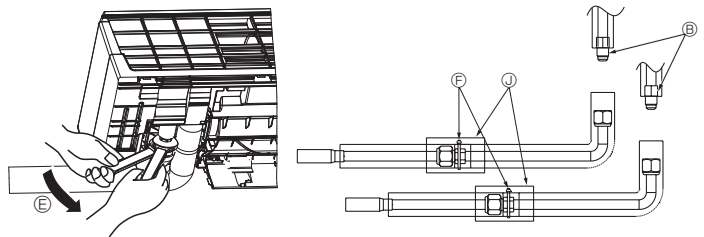

Fig. 3-18
- (6) Orienter le connecteur en forme de L vers le sens de sortie de la tuyauterie et le serrer à l'aide de deux clés. (Fig. 3-18)